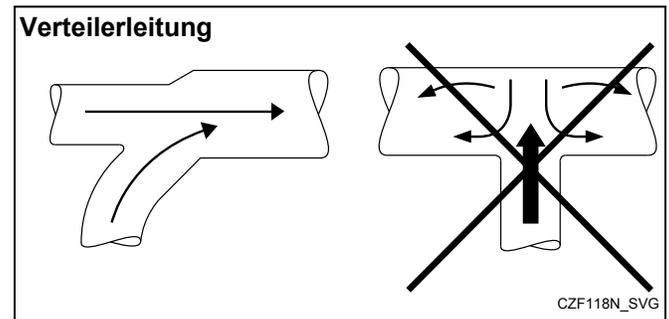

Abbildung 14
- Verteilerleitung muss sich verjüngen (siehe *Abbildung 14*). Einzelne Bügelmaschinenleitung muss in einem Winkel von 45° in Luftstromrichtung in die Verteilerleitung eintreten.
HINWEIS: Schließen Sie eine Bügelmaschinenleitung nie im 90° -Winkel an eine Sammelleitung an. Siehe *Abbildung 14*. Dies würde zu übermäßigem Gegendruck führen, wodurch sich die Leistung verschlechtern würde. Schließen Sie nie zwei Bügelmaschinen-Abluftleitungen direkt gegenüber voneinander am Eintrittspunkt an die Verteilerleitung an.